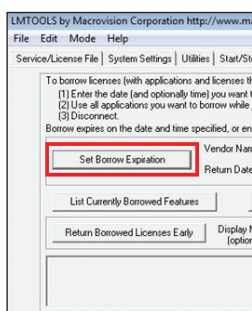

Рис. 28. Задание параметров заимствованных лицензий
- появилась возможность использования заимствованных лицензий с сервера FlexNet (рис. 28);